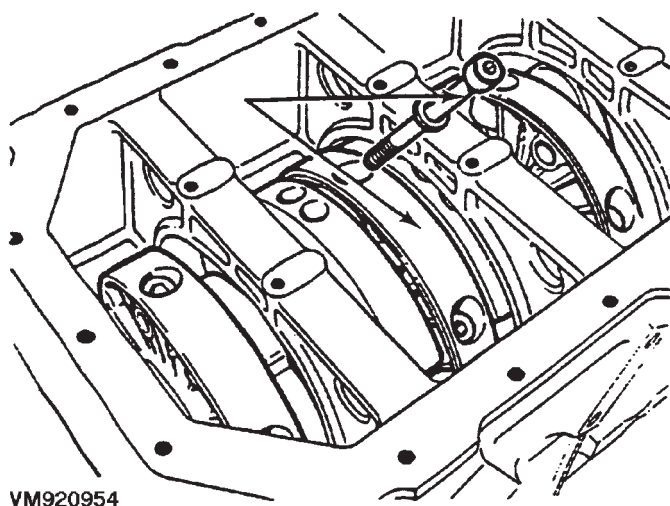

Fig. 68 Pernos de soportes del cigüeñal
(17) Retire la alimentación de aceite de los cojinetes principales y emplazadores de soportes del cigüeñal del bloque.
(18) Retire el volante y la placa adaptadora del bloque del motor.
(19) Retire los cojinetes de empuje del portador del cojinete principal.
(20) Deslice el cigüeñal y los portadores de cojinete hacia atrás a la parte trasera del bloque. Si encuentra dificultad en desmontar el conjunto completo como se ha indicado antes, deslícelo hacia atrás lo suficiente como para acceder a los pernos de los portadores de cojinetes principales. Marque los portadores para el ensamblaje y retire los pernos, dos para cada portador (Fig. 68).